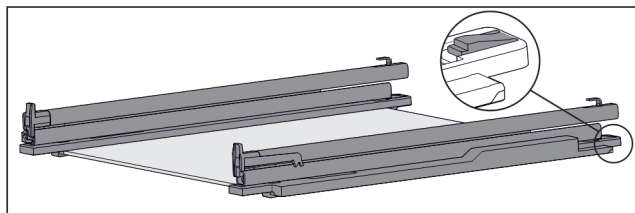

Fig. 109 Płyta szklana z szynami i elementami mocującymi
- Docisnąć element mocujący z tyłu do dołu (patrz Fig. 109) i jednocześnie wsunąć szynę do tyłu.